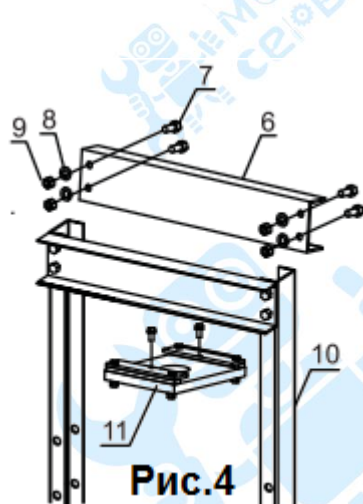

Рис. 4
5. Соотнесите отверстия верхней балки (6) с отверстиями на верху оснований (10) и зафиксируйте с помощью болтов (7), шайб (8), и гаек (9). Прикрепите плиту гидроцилиндра (11). Смотри Рис. 4.